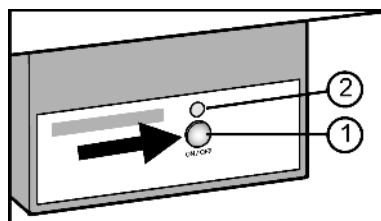

Fig. 16
- Нажмите и удерживайте кнопку On/Off Fig. 16 (1) так, чтобы светодиод Fig. 16 (2) загорелся.